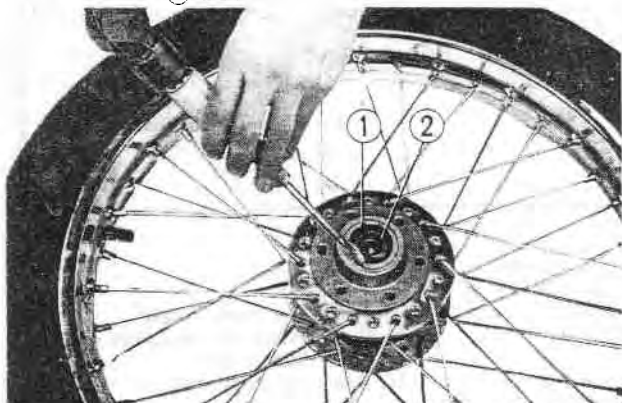

Fig. 13-5 ① Flasque de roulement de roue avant
7. Enlever du moyeu de roue le flasque de roulement puis enlever le pare-poussière de ce flasque. (Fig. 13-5)